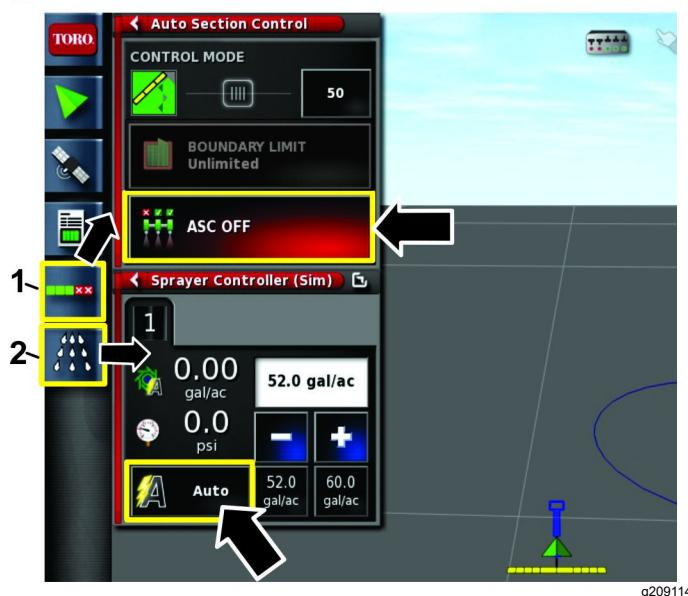

Figura 24
1. Selecione o ícone de Configuração de controlo de auto-seleção e o ícone do Controlador do pulverizador (Figura 24).
2. Selecione o ícone ASC para a posição DESLIGAR e selecione o controlo da taxa para a posição AUTO (Figura 24).